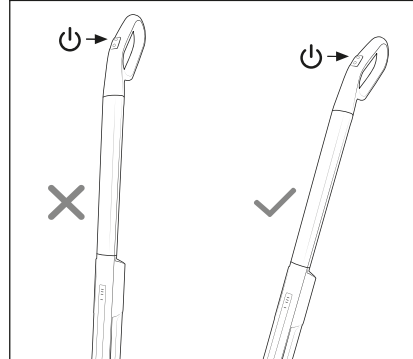

Abb. 8
- ▶ Das Gerät lässt sich ausserhalb der Ladestation **9** nur einschalten, wenn Sie den Handgriff **1** etwas schräg halten (siehe Abb. 8).
- 2) Halten Sie den Handgriff **1** etwas schräg und drücken Sie den Ein-/Ausschalter **16**, um das Gerät einzuschalten (siehe Abb. 8). Die Batterieanzeige **3** und die LED Sprühfunktion/Schmutzwassertank **4** leuchten auf und die Walzenbürste **12** beginnt sich zu drehen. Die Sprühfunktion wird automatisch für 5 Sekunden eingeschaltet und anschließend jeweils nach 15 Sekunden wiederholt.